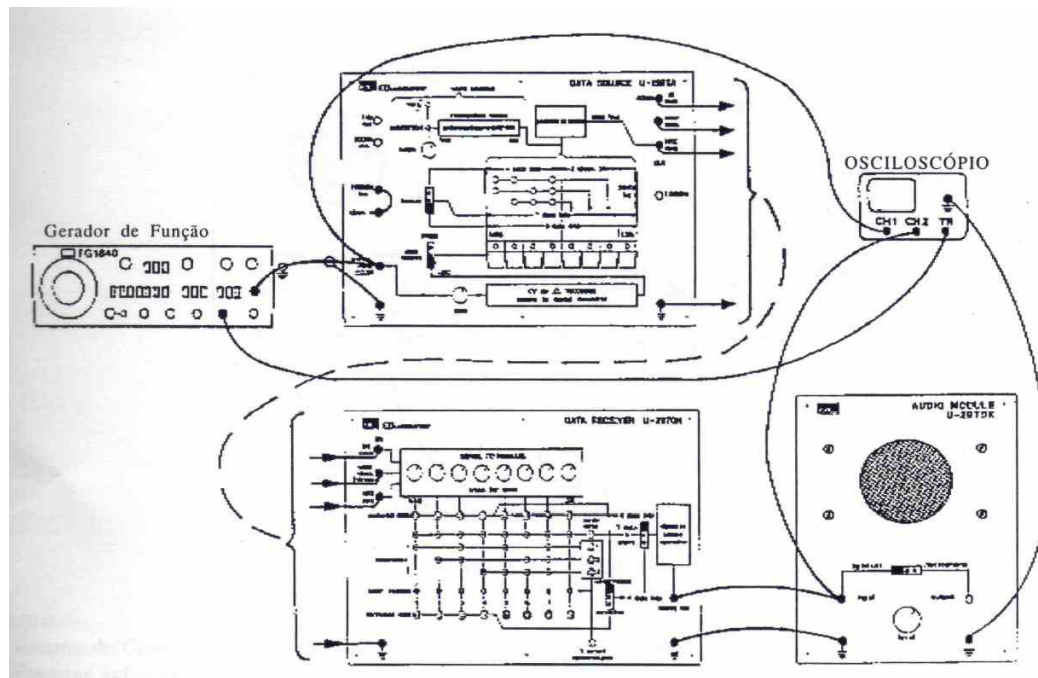

Figura 6: Transmissão digital do sinal de audio
2. Sem desfazer as conexões entre os módulos do gerador de dados e receptor de dados, desconecte a ligação entre o alto-falante e substitua a ligação de dados digitais como mostra a figura 6. Se for feita corretamente, a conduta do alto-falante dever ser como a anterior.